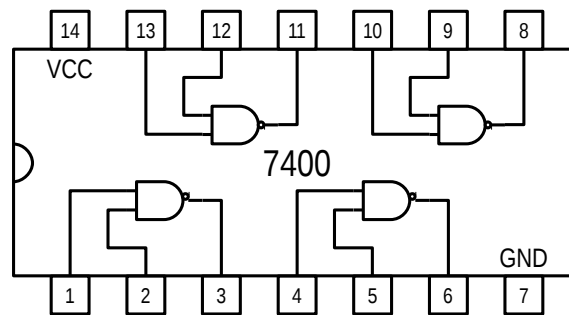

Figura 1
5. Simule el comportamiento de una puerta NAND integrada en el chip 7400 (figura 1). Utilice una señal cuadrada de 100kHz. Considere los siguientes casos: